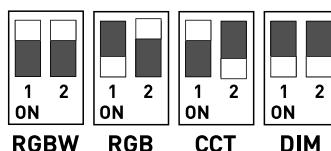

Рисунок 2. Выбор режима работы контроллера
- 3.4. Установите частоту режима работы с помощью DIP-переключателей на корпусе устройства [рисунок 2].